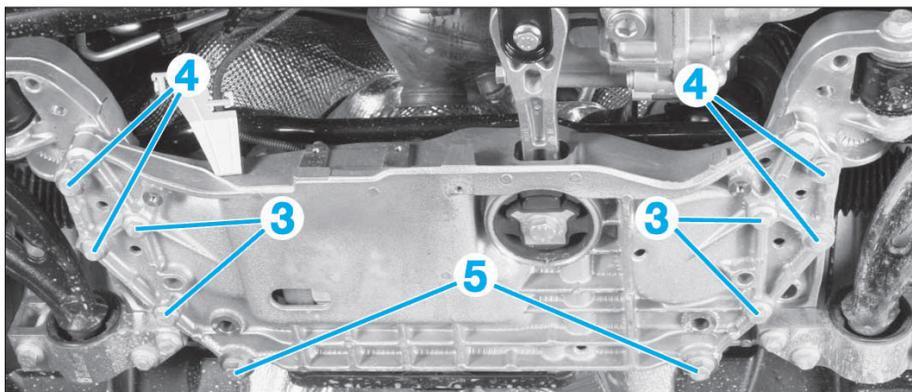

FIG. 9
- Desserrer les vis (3) du boîtier de direction et les vis (4) de la barre stabilisatrice (Fig.9).